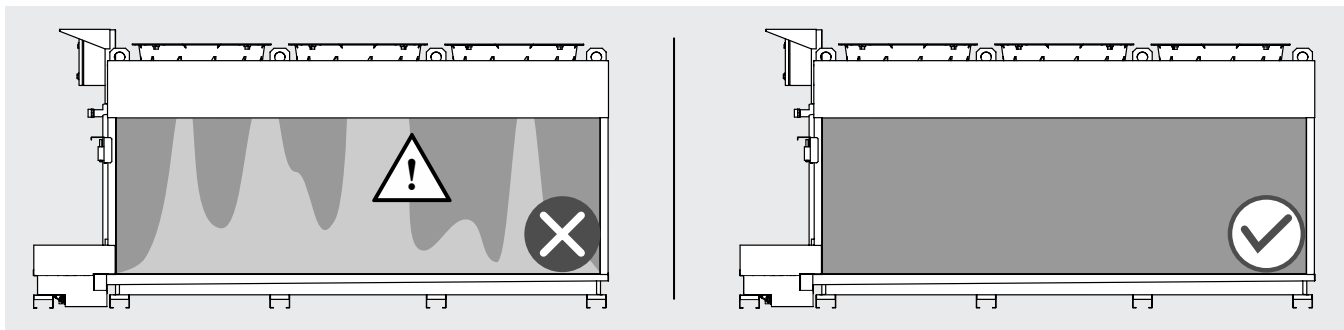

Figura 16
- 11.8 Con el sistema adiabático en funcionamiento, compruebe que hay una distribución adecuada del agua en los paneles: es aceptable una coloración oscura uniforme en al menos el 90% de la superficie del panel. Véase el punto 12.28. Véase Figura 16.
- 12.10.1 Realice una inspección visual del sistema de distribución adiabática de agua en los paneles. Una distribución irregular del agua en el panel exterior (coloración irregular del panel, véase la Figura 16) puede deberse a la obstrucción de una o varias boquillas de conexión rápida. Un flujo anormal de agua durante el funcionamiento del sistema adiabático puede atribuirse a una o más boquillas dañadas. En caso necesario, sustitúyalas como se indica a continuación.